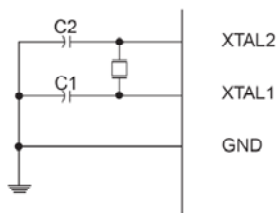

图 2.3 外部晶振作为系统时钟源
(1) 当使用外部晶振（外部晶体或陶瓷振荡器）作为系统时钟源时，推荐采用如图 2.3 所示的连接方式。在图 2.3 中，ATmega128（L）片内振荡器的反相放大器输入端 XTAL1 和输出端 XTAL2 与外部一个石英晶体或陶瓷振荡器的两端相连。
在图 2.3 中，不管外部连接的是石英晶体或陶瓷振荡器，电容 C1 和 C2 的大小必须要相同。